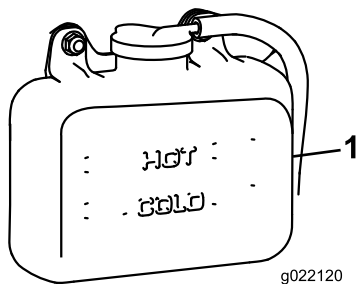

Figure 65
1. Vérifiez le niveau du liquide de refroidissement dans le vase d'expansion (Figure 65).